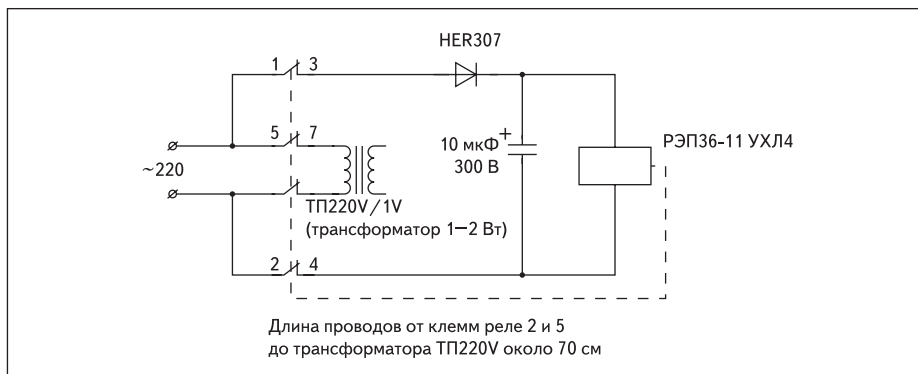

Рис. 1. Генератор помех
*Были предположения, что «зависание» происходит из-за наличия импульсных помех (на электрических подстанциях это обычное явление). Чтобы воспроизвести ситуацию, я изготовил генератор помех (рис. 1).*